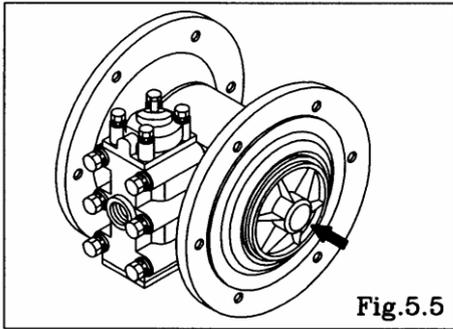

Fig.5.5
- Retire el disco central de un lado utilizando la herramienta accesoria (herramienta especial: Pieza N° 771244). [Fig. 5.5]